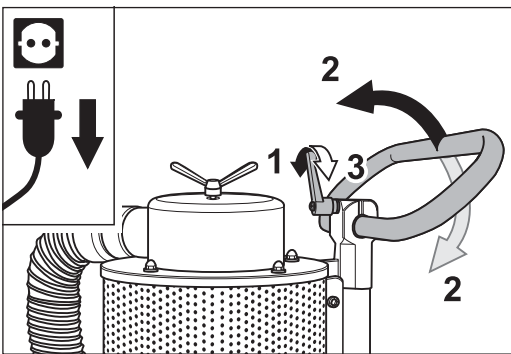

Abb. 9 Den Klemmhebel lösen (1), den Haltebügel für Ihre Körpergröße passend einstellen (2) und den Klemmhebel wieder festziehen (3).
- 6 Lösen Sie den Klemmhebel des Haltebügels (Abb. 9, 1). Stellen Sie den Haltebügel für Ihre Körpergröße passend ein (Abb. 9, 2) und ziehen Sie den Klemmhebel wieder fest (Abb. 9, 3).